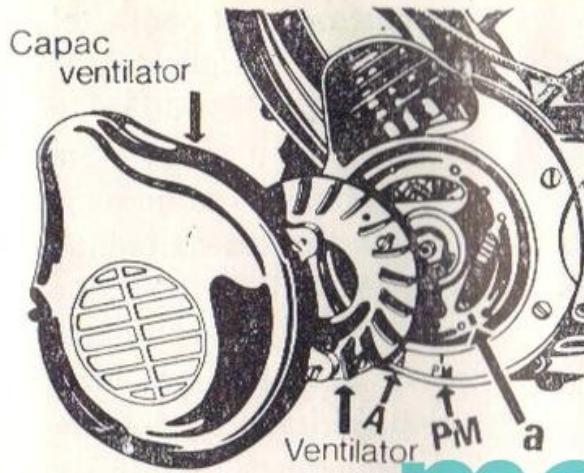

Fig. 24.
1. Demontați capacul ventilatorului și ventilatorul, apoi rotiți volantul magnetic pînă cînd semnul „a“ de pe volant coincide cu semnul „P.M.“ imprimat pe carter (fig. 24).